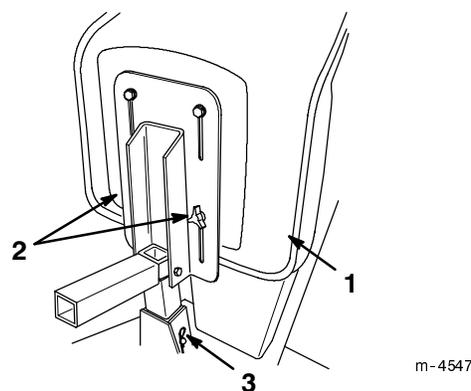

Figure 8
3. Desserrer les boutons sur le fond du siège (Fig. 8) et rapprocher ou reculer le siège selon les besoins.
4. Pour modifier la hauteur du siège, retirer la goupille épingle et l'axe du pied du siège (Fig. 8) et lever ou abaisser le siège selon les besoins.